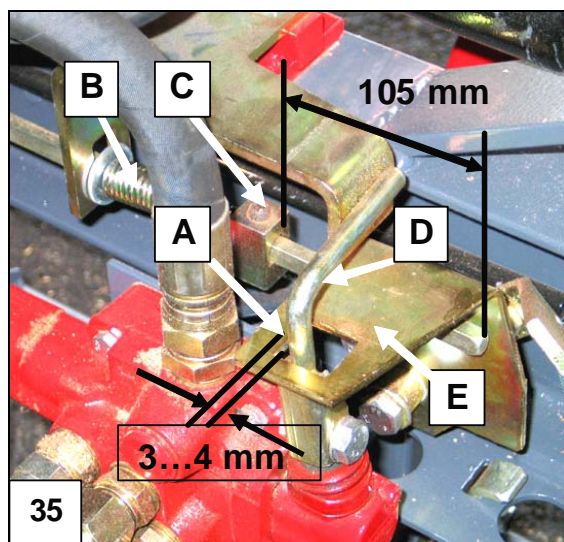

Fig. 35. Réglages de base de la soupape
### 7.13 Réglages initiaux de la soupape (Figures 35 et 36)
- ❑ Si le ressort de lancement B (Figure 35) est remplacé, la pièce de réglage C doit être installée à son emplacement d'origine.
2. Tournez le levier de commande E de manière à ce que le jeu A (figure 35) d'environ 3-4 mm se forme entre le rebord avant de l'orifice carré et la tige de lancement D.